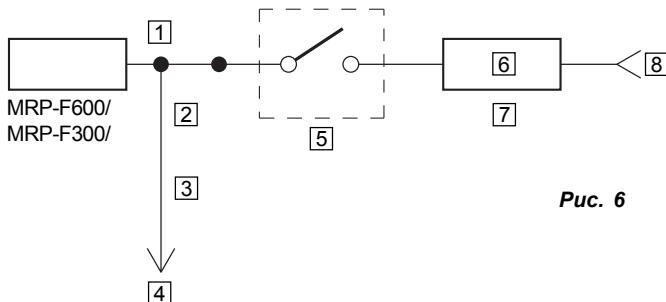

Рис. 6
**Проверьте, не имеет ли отношения к вашему головному аппарату одна из приведенных ниже ссылок (Рис. 6):**